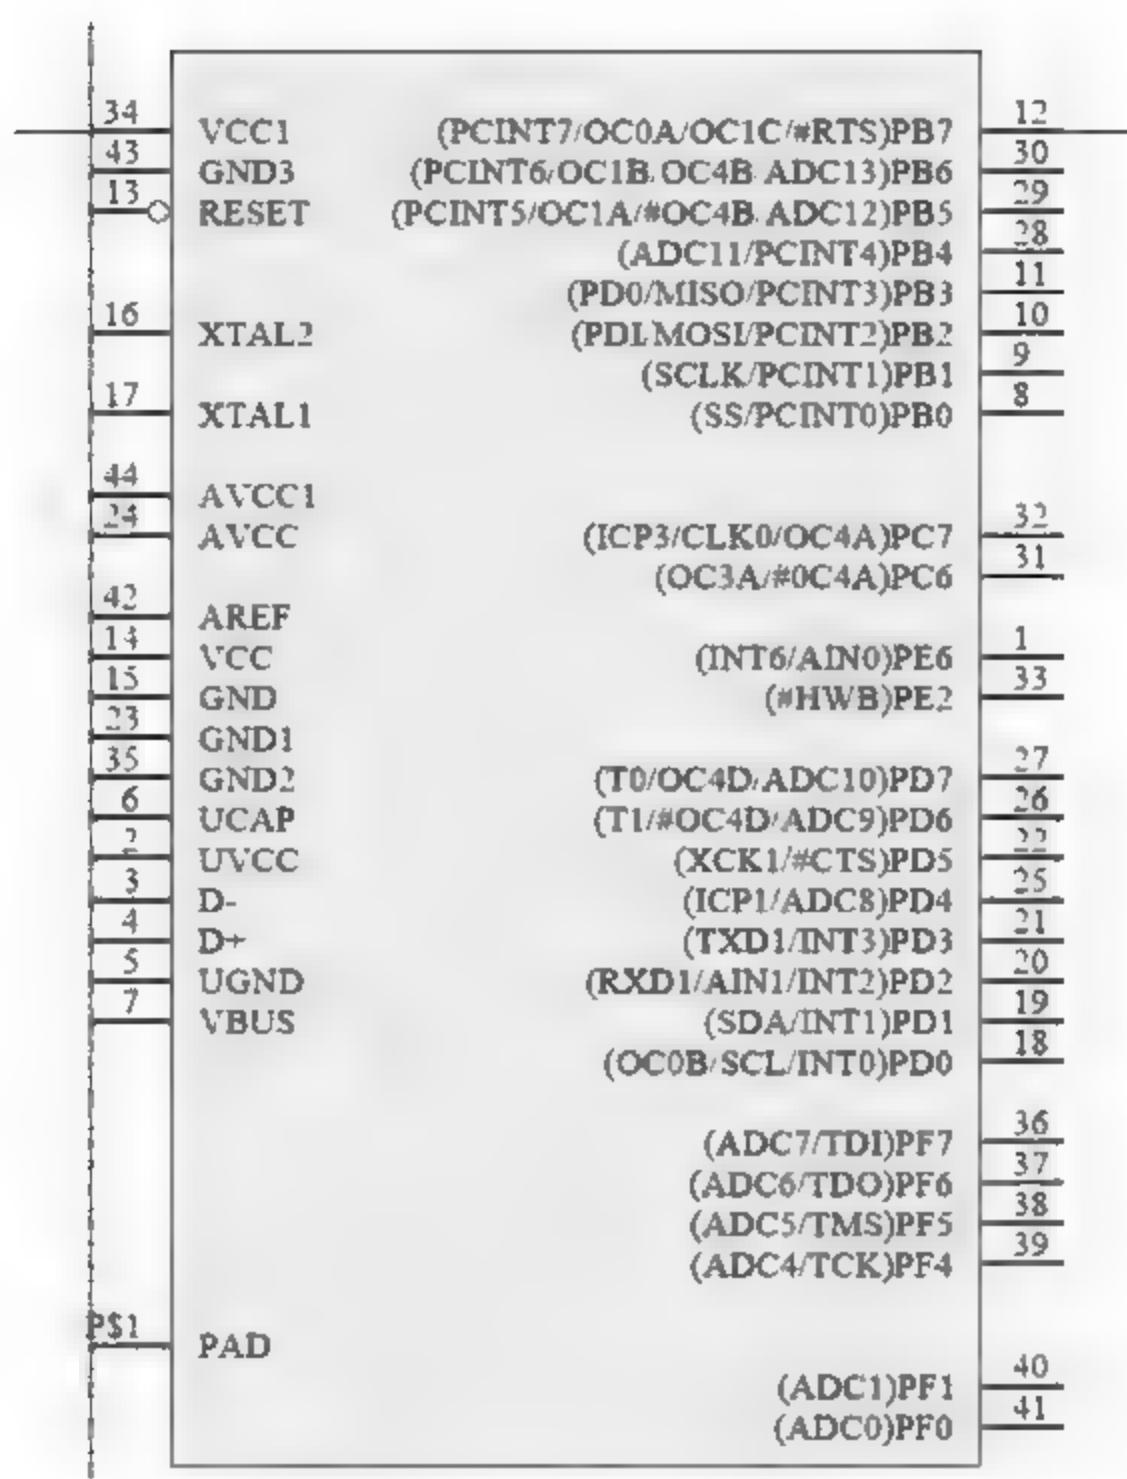

图 3-19 绘制好的 ATMEGA32U4 元件符号
(5) 按照同样的操作, 或者使用阵列粘贴功能, 完成其余管脚的放置, 并设置好相应的属性, 完成 ATMEGA32U4 元件符号的绘制, 如图 3-19 所示。